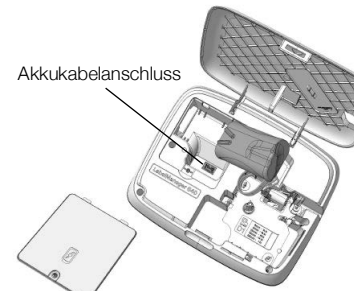

Abbildung 2
- 3 Ziehen Sie das Akkukabel aus dem Anschluss. Siehe Abbildung 2.
- 5 Legen Sie den neuen Akku wie abgebildet ein, und stecken Sie den Stecker des Kabels in den Anschluss; siehe Abbildung 2.